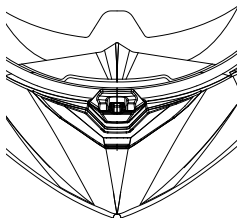

FIGURA 2
**PRESA D'ARIA FRONTALE MENTONIERA — E — Figura 2/3**
- Figura 2: presa d'aria completamente chiusa.